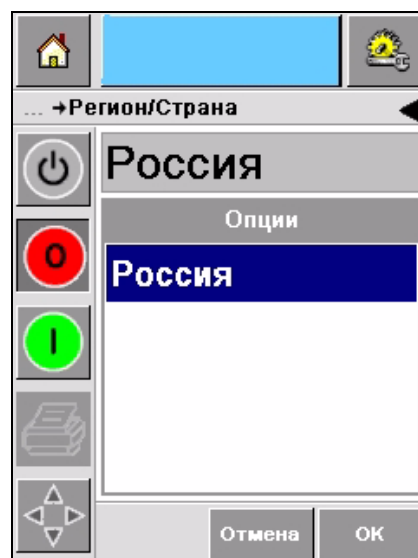

Рисунок 5-28: Список регионов/стран
- 5 Выберите нужный регион (Рисунок 5-28) и коснитесь пиктограммы **OK**.